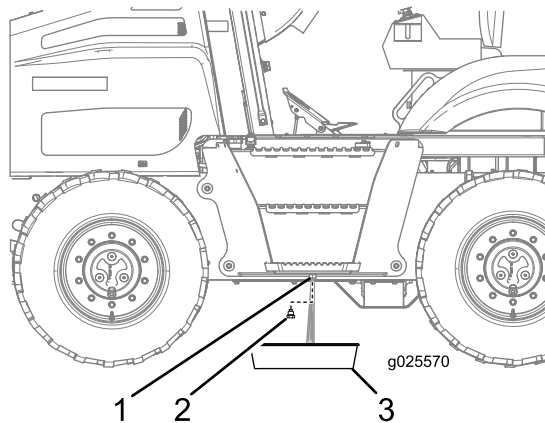

Figura 71
3. Svitare il tappo di spurgo dal serbatoio e spurgate l'acqua (Figura 71).